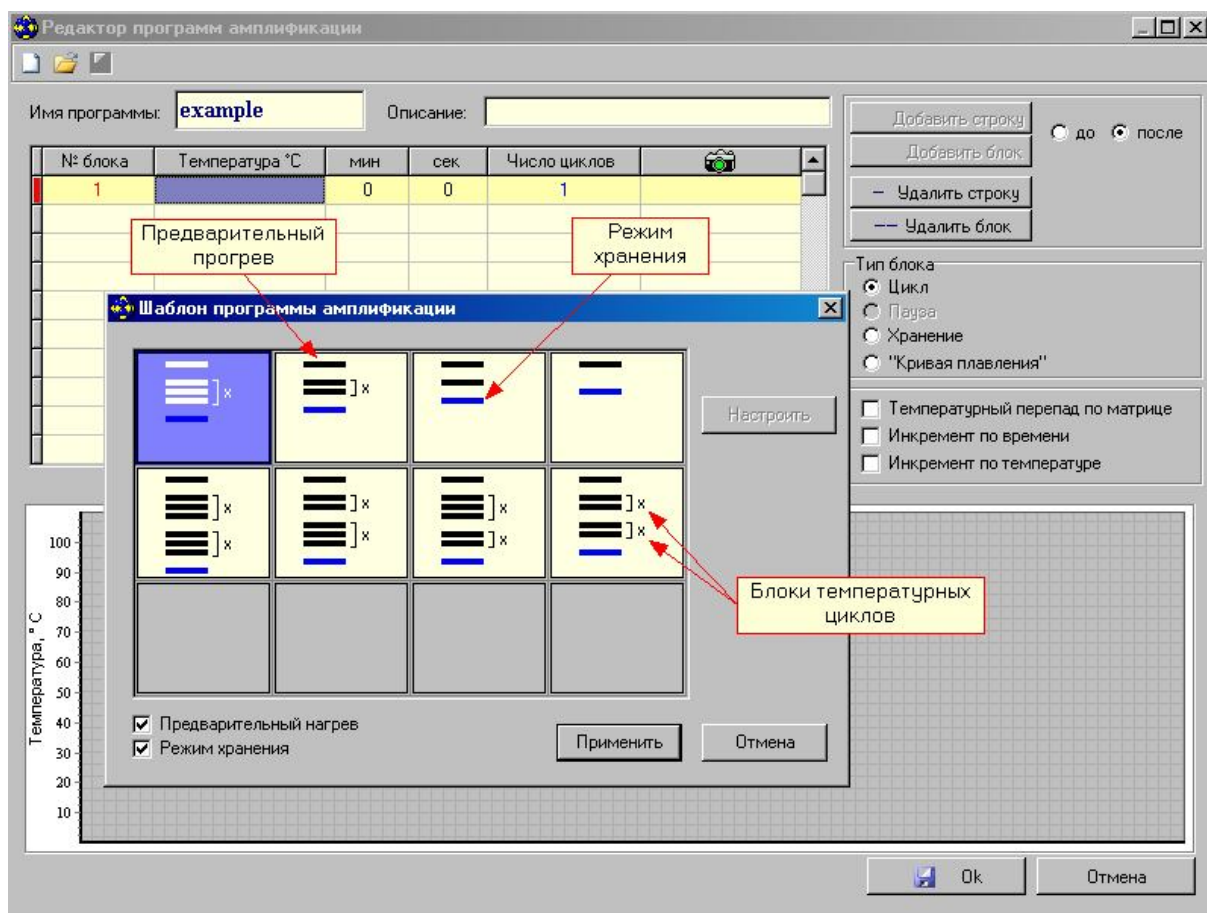

Рис.20. Создание программы амплификации с использованием шаблона.
2. Создать новую программу амплификации (кнопка ) , используя окно Шаблон программы амплификации (Рис.20).